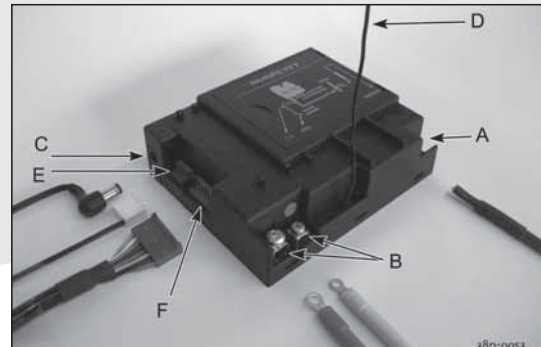

fig. 22D
De ontvanger moet op het toestel worden aangesloten voordat de batterijen worden geplaatst. Ga hiervoor als volgt te werk (zie fig. 22D):
- Sluit de bruine stekker van het aansluitsnoer aan op de ontvanger (zie fig. 22D, pijl F).
- Sluit de kabels van thermokoppel 1 aan op de ontvanger (zie fig. 22D, pijlen B).
Sluit de zwarte draad met de witte stekker van thermokoppel 2 aan op de ontvanger (zie fig. 22D, pijl E). **!Let op** Zorg ervoor dat de draden van thermokoppel 2 vrij liggen van delen die warm worden.
- Sluit de ontstekingskabel aan op de ontvanger; (zie fig. 22D, pijl A)
- sluit deze aan op de ontvanger;(zie fig. 22D, pijl C);
- Buig de antenne uit de clips; zie fig. 22D, pijl D.